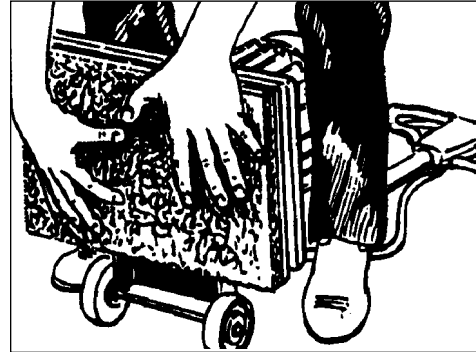

Abbildung 3
- d.) Drücken Sie die Schleiffläche gegen den Schleifflächenantrieb, bis die Haken des Antriebs die Schleiffläche erfaßt haben. Siehe Abbildung 3.